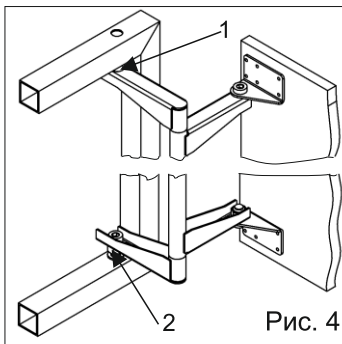
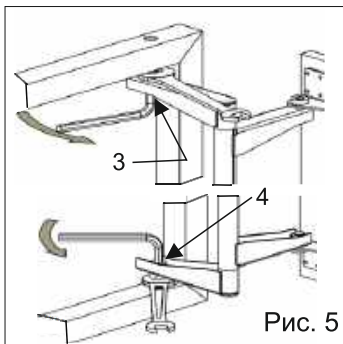
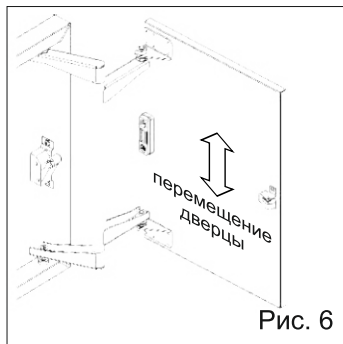

Рис. 4
Рис. 5
Рис. 6
Для перемещения двери **вверх**, с помощью рожкового ключа ослабьте контргайки 1 и 2 (Рис. 4) в верхнем и нижнем крепежно-регулирующих узлах, затем, с помощью торцевого ключа, верхний крепежный болт 3 закрутите, а нижний болт 4 выкрутите (Рис. 5) не более, чем на пол-оборота каждый.
После регулировки затяните контргайки 1 и 2 (Рис. 4), закройте дверцу и проверьте ее положение (Рис. 6). При необходимости регулировку повторите.
Для перемещения двери **вниз**, крепежные болты 3 и 4 (Рис. 5) вращать в обратную сторону.
**Внимание. Дверца принимает истинное положение только при затянутых контргайках 1, 2 (Рис. 4).**